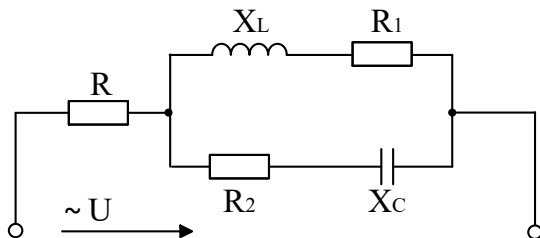

Рис. 4.5
4.20. Задача. В цепи, представленной на рис.4.5, $R_1=60$ Ом; $R_2=40$ Ом; $R=50$ Ом; $X_L=80$ Ом. Определить X_C , при котором в цепи будет резонанс токов. Вычислить общий ток при $U=220$ В.